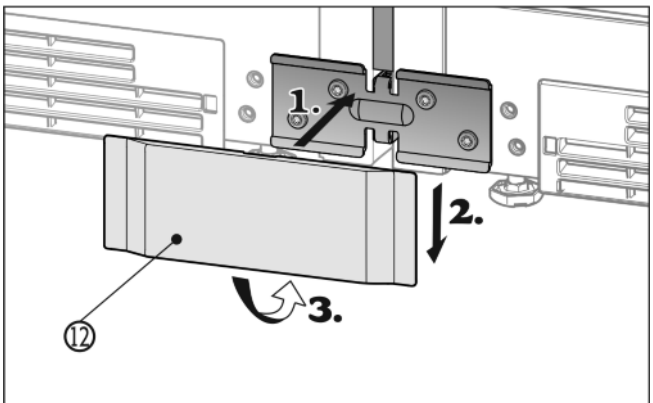

Fig. 16
- Die untere Abdeckung Fig. 16 (12) von vorne auf den Winkel aufsetzen (1), runterschieben (2) und unten einrasten (3).